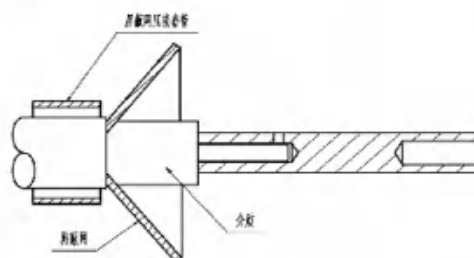
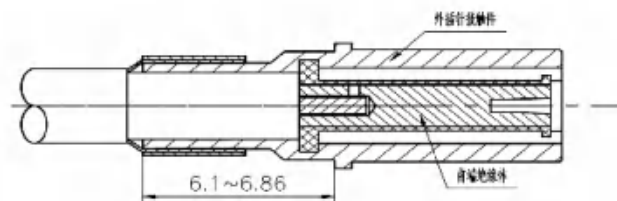

图 4.3-3
图 4.3-4
③按图 4.3-3 所示将电缆中心导体穿入插孔接触件上。通过中心插孔接触件上的观察孔一定可以看到电缆中心导体。接触件一定要抵住后端绝缘体。使用压接钳 MH992 和定位器 K1721 进行压接。
④按图 4.3-4 所示, 将图 4.3-3 内部组件装入外插针接触件至电缆屏蔽网下, 直到内部插针接触件完全安装好。屏蔽网压接套乏向前, 保证 6.1 ~ 6.8mm 的尺寸。剪去屏蔽网压接套管的前端多余的屏蔽网。